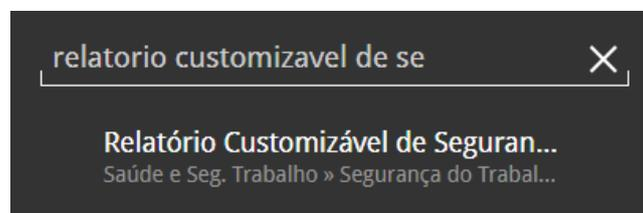

Figura 141: Caminho
1. Para acessar a tela, selecione o menu principal e digite na barra de pesquisa (Figura 141) “**Relatório Customizável de Segurança do Trabalho**”. Selecione o resultado correspondente para prosseguir para a rotina.